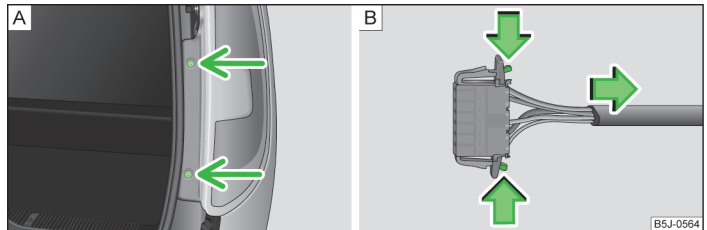

Abb. 164 Rückleuchte ausbauen / Steckverbindung trennen
- › Die Leuchte abschrauben » Abb. 164 - [A].
- › Die Steckverbindung trennen » Abb. 164 - [B].